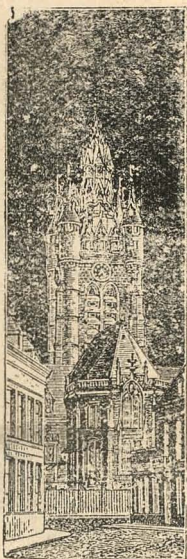

Fig. 149.—Imagen negativa.
4. **Revelación y fijación de la imagen.**—Se sumerge la placa en un *baño revelador* que muchas veces es una disolución de sulfato de hierro. Las partes claras del dibujo *aparecen* negras, y las sombras aparecen blancas; se fija entonces la imagen sacando la sal de plata que no haya sido atacada por la luz, por medio de una disolución de hiposulfito de sodio. Así se obtiene una *imagen negativa* (fig. 149).